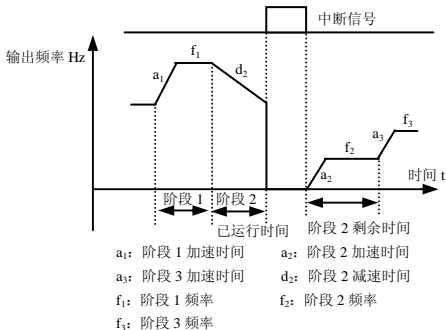

图 6-24 PLC 启动方式 1
**1: 从中断时刻的阶段频率继续运行** 由停机命令或故障引起的运行中停机，变频器自动记录当前阶段已运行的时间，再起后自动进入该阶段，以该阶段定义的频率继续剩余时间的运行，如图 6-24。如掉电，再起变频器将从第一段重新开始运行。